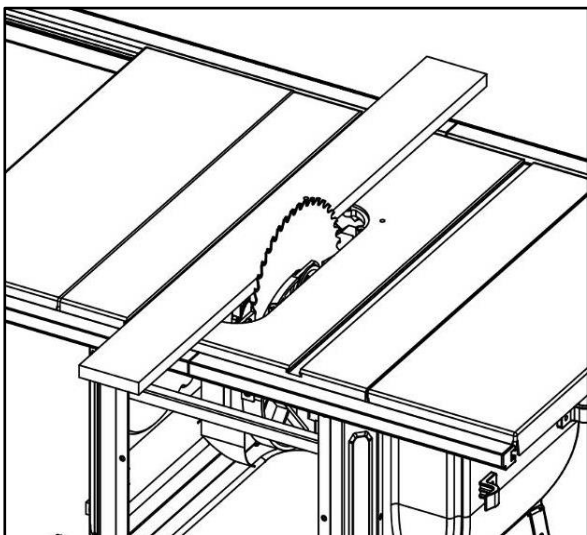

Рисунок 20
- Установите задние направляющие таким же способом, как и передние и выровняйте стык направляющих относительно пильного диска (рис. 20).